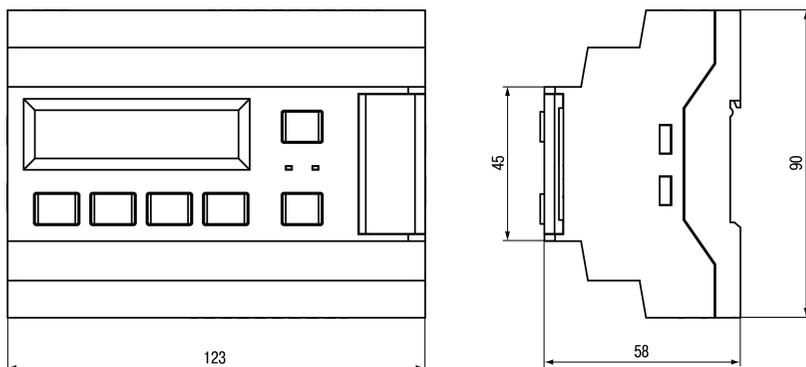

Рисунок 4.1 – Габаритный чертеж прибора
1. Подготовить на DIN-рейке место для установки прибора в соответствии с размерами прибора (см. рисунок 4.1).